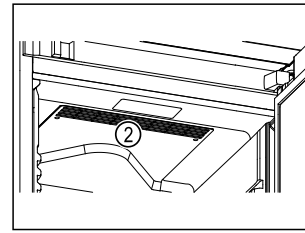

Fig. 60
- No obstruir la ranura de ventilación Fig. 60 (2) del ventilador de recirculación de aire del interior.